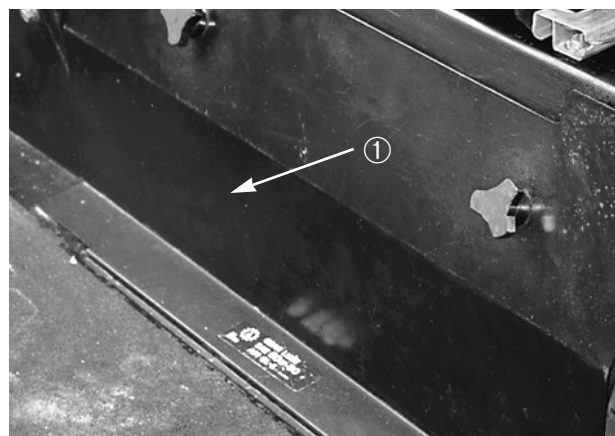

Fig. 6
2. Rimuovere il pannello di ispezione (Fig. 6) davanti al sedile per accedere all'assale anteriore ed all'asta di misurazione del livello.